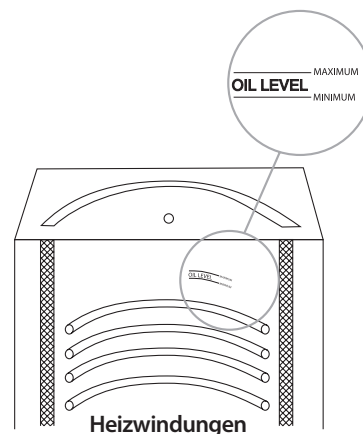

ABBILDUNG 3
! GEFAHR: Niemals das Gerät einschalten, wenn nicht alle Heizwindungen vollständig mit Frittieröl bedeckt sind. Der Öfüllstand muss stets zwischen den Markierungen MAXIMUM und MINIMUM an der Innenseite des Frittierbehälters liegen (siehe Abbildung 3).
9. Öfüllstand – Der Füllstand muss stets zwischen den Markierungen MINIMUM und MAXIMUM liegen; füllen Sie gegebenenfalls Öl nach beziehungsweise schöpfen Sie Öl ab (siehe Abbildung 3).